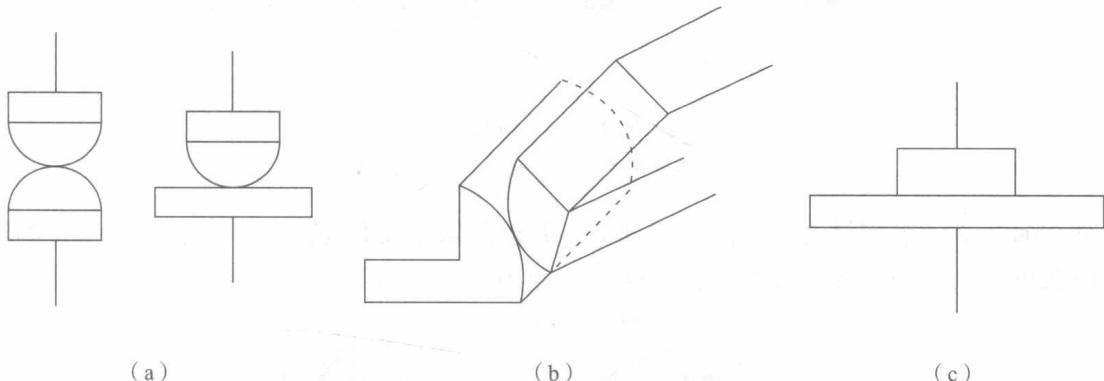

图 1.1.4 触头的三种接触形式
触头的接触形式有三种，即点接触、线接触和面接触，如图 1.1.4 所示。
(1) 点接触：由两个半球或一个半球与一个平面形触头构成，如图 1.1.4 (a) 所示。其接触区域是一个点或面积很小的面，允许通过的电流很小，所以它常用于较小电流的电器中，如接触器的辅助触头和继电器的触头。
(2) 线接触：由两个圆柱面形的触头构成，也称为指形触头，如图 1.1.4 (b) 所示。其接触区域是一条直线或一条窄面，允许通过的电流较大，常用于中等容量接触器的主触头。
(3) 面接触：是两个平面形触头相接触，如图 1.1.4 (c) 所示。其接触区域有一定的面积，允许通过很大的电流，常用于大容量接触器的主触头。